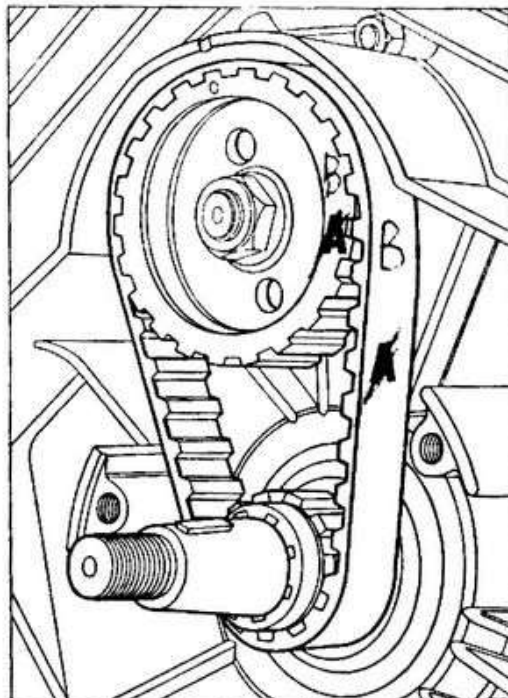
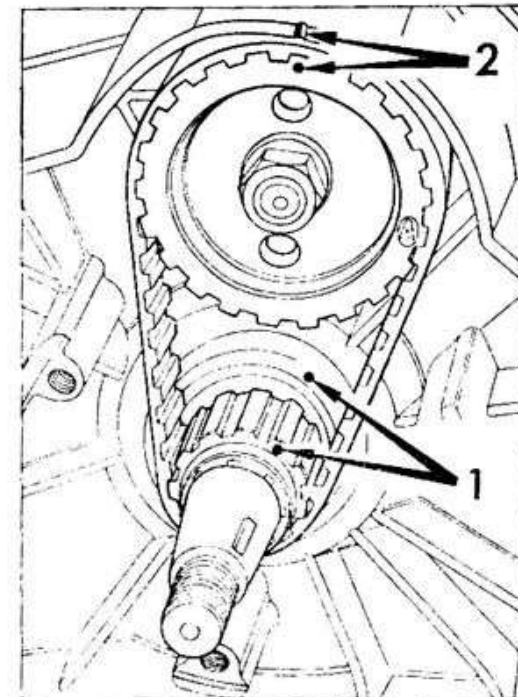

Fig. 13
Fig. 11
- 6 - Quando detto angolo è fuori tolleranza è necessario agire sul rocchetto piccolo comando distribuzione, ruotandolo in modo da trovare la tacca in fase che permetta l'introduzione del rocchetto stesso e stampigliare i nuovi riferimenti come Fig. 11.
- 1 - Orientare i 2 riferimenti sui rocchetti come (fig. 11); procedere all'estrazione del rocchetto utilizzando l'anello seeger come aggancio; sostituire la cinghia **controllando che la lettera stampigliata sul rocchetto grande corrisponda a quella scritta sulla cinghia vedi (fig. 13)**; introdurre unitamente cinghia e rocchetti infilando il rocchetto piccolo con la tacca in fase alla chiavetta (fig. 11).
- 2 - **Controllare a montaggio ultimato i riferimenti della fase di distribuzione (punti 1 e 2 - fig. 11).**